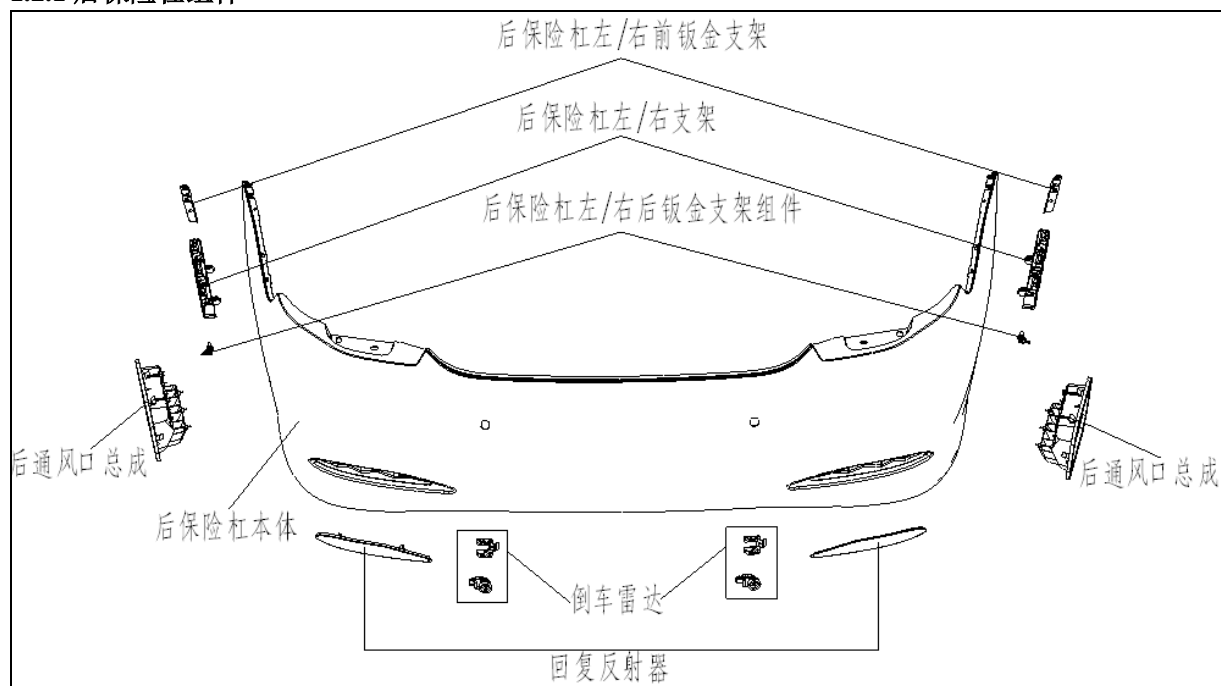

图1-2-1 后保险杠系统组件
(1) 步骤 1 已拆下安装在前格栅和水箱上横梁上的 2 个组合螺栓及六角法兰面螺栓和板簧螺母,如上图 1-2-1 所示;